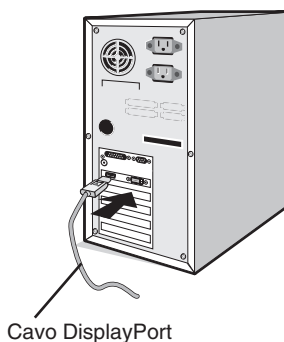

Figura A.1
2. **Per un PC con l'uscita DisplayPort:** Collegare il cavo DisplayPort al connettore della scheda video del sistema (**Figura A.1**).